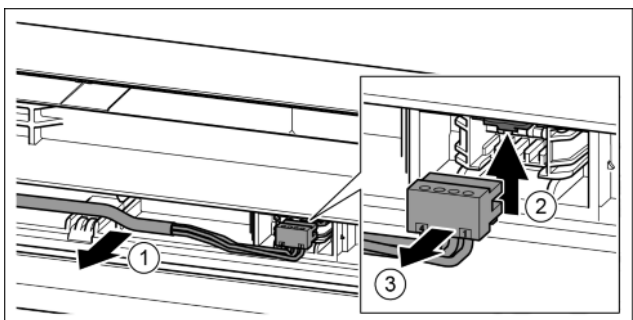

Fig. 22
- ▶ Šedý kabel opatrně uvolněte z vedení ve dveřích. Fig. 22 (1)
- ▶ Lamelu zatlačte nahoru. Fig. 22 (2)
- ▶ Opatrně vytáhněte zástrčku. Fig. 22 (3)